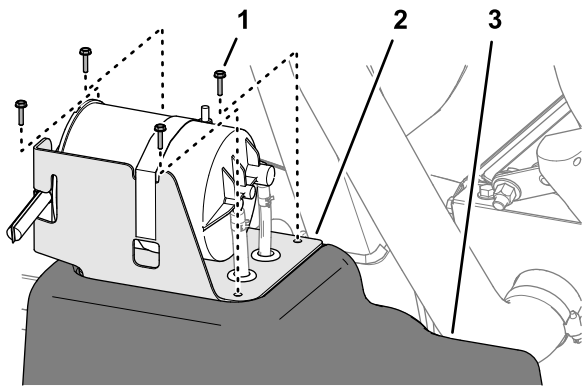

Figure 89
5. Alignez les trous dans le support du filtre à charbon actif et les trous dans le réservoir de carburant (Figure 89).
6. Fixez le support sur le réservoir (Figure 89) à l'aide des 4 vis (n° 10 x 3/4 po).